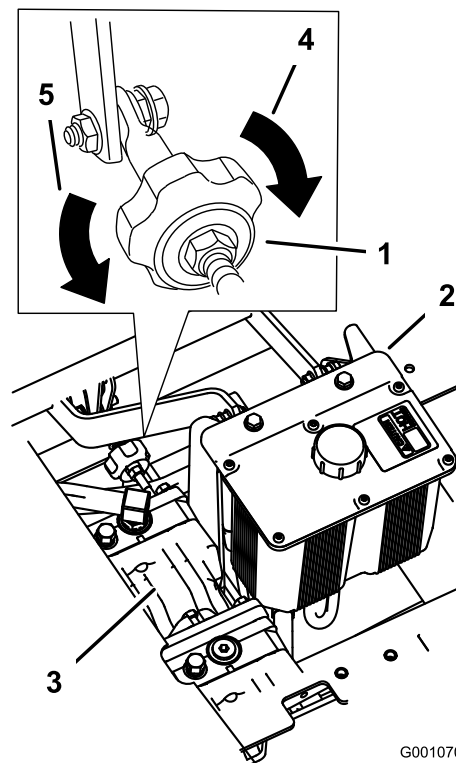

Figura 60
4. Para que la máquina vaya a la derecha, gire el pomo hacia el lado derecho de la máquina. Consulte Figura 60.
5. Para que la máquina vaya a la izquierda, gire el pomo hacia el lado izquierdo de la máquina. Consulte Figura 60.